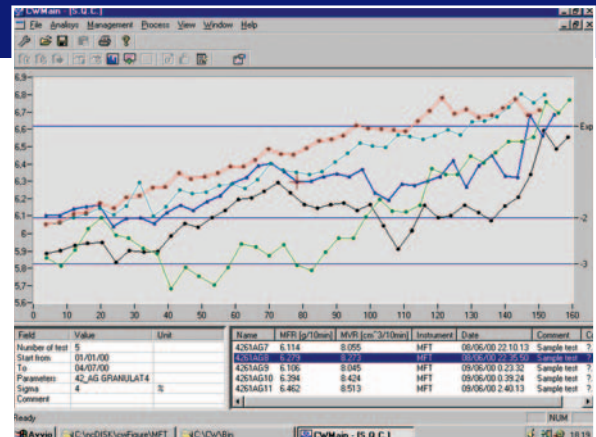

Abb. 7 SQC Versuchsdarstellung: Rohwerte
- Visualisierung der Versuchsgruppen in grafischer Darstellung (Rohwerte oder Ergebnisse) **Abb. 7**